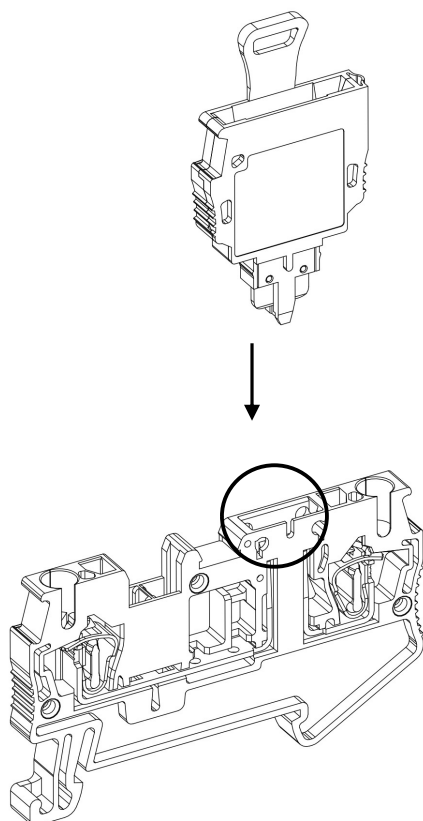
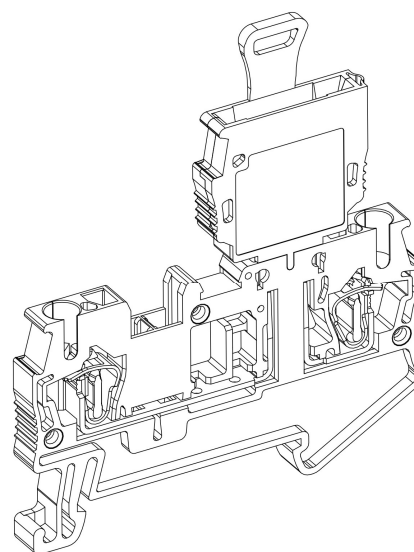

Рисунок 5 – установка штекера Р-КН
Рисунок 6 – установленный штекер Р-КН
- Для установки штекера для электронных компонентов Р-КН вдавите его до упора в место разрыва цепи клеммы, совместив пазы штекера с направляющими элементами клеммы (рис. 5; рис. 6).